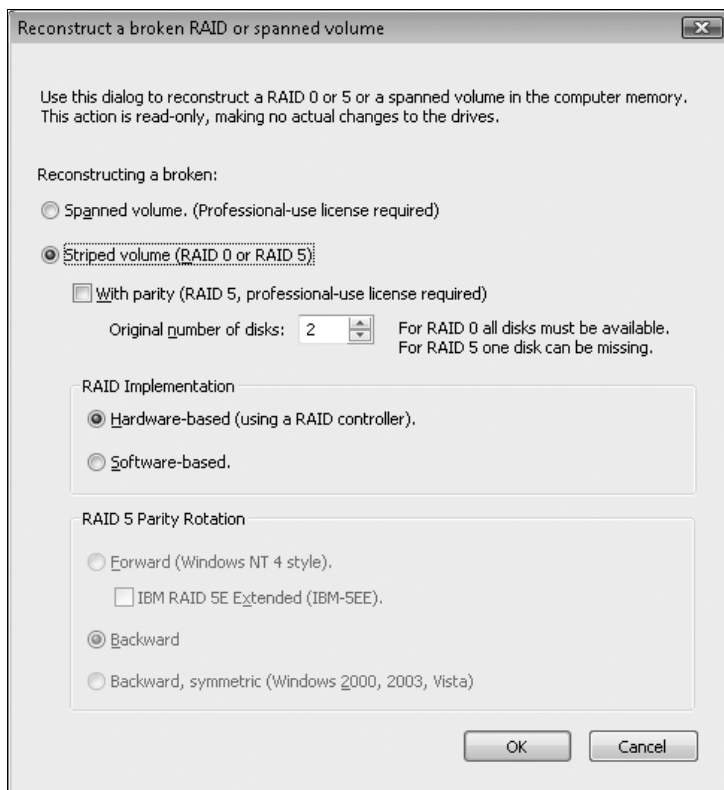

Рис. 8.4. Задание типа реконструируемого массива
2. Нажмите в окне программы кнопку **Advanced** (Расширенные настройки) или выберите команду меню **File | Advanced** (Файл | Расширенные). Откроется окно **Reconstruct a broken RAID or spanned volume** (Реконструировать разрушенный массив RAID или составной том). Переключатели и флажки в этом окне задают тип массива, который должен быть воссоздан (рис. 8.4).